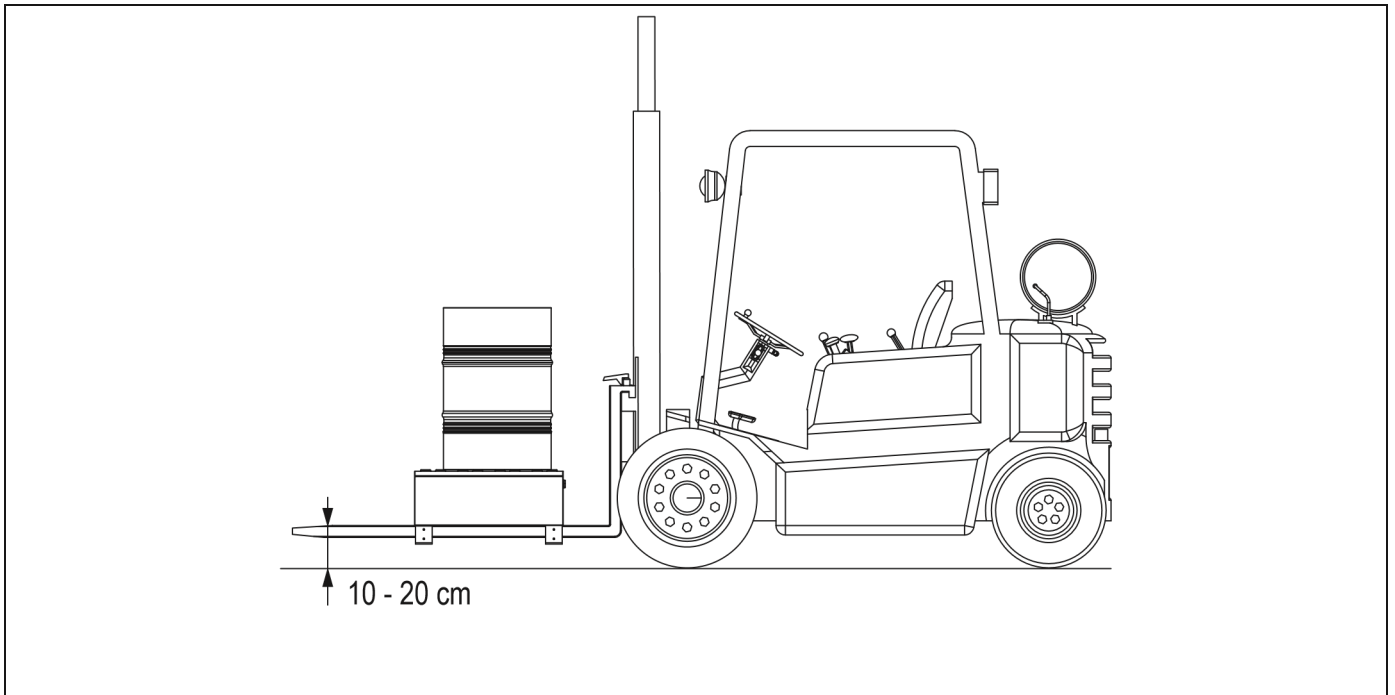

Figura 11 Sollevamento con carrello elevatore
- Posizionare le forche del carrello elevatore sotto il fondo della Vasca di Contenimento e successivamente sollevarla il minimo indispensabile dal suolo (Figura 11). Trasportare quindi la Vasca di Contenimento al luogo di lavoro.